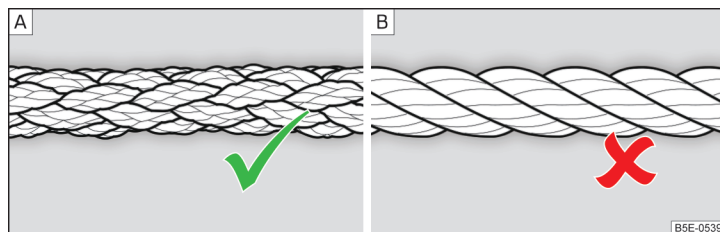

Fig. 207 Cablul de tractare împletit/cablul de tractare înfășurat
Pentru tractare trebuie utilizat un cablu de tractare împletit » fig. 207 - **A**.
- La tractare nu utilizați cablu de tractare înfășurat » **fig. 207** - [B], cârligul de tractare s-ar putea desface la autovehicul - există pericol de accident.